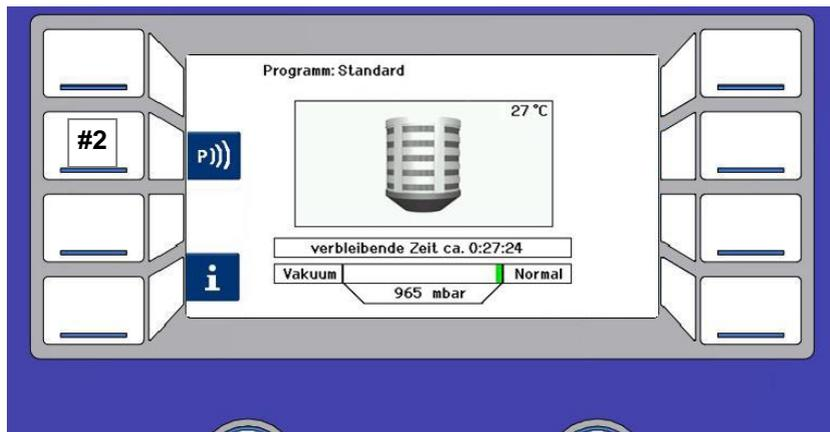

Abb. 15.2 Bedientaste #2
4. Drücken Sie die Bedientaste #2 (siehe Abb. 15.2.#2). Die Datenübertragung wird durchgeführt.